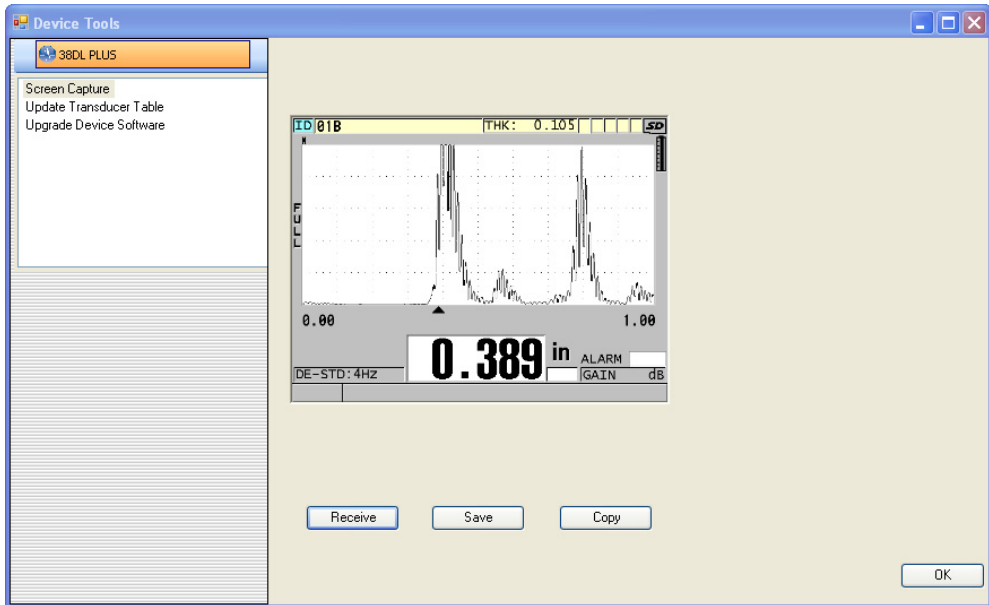

Figura 14-11 Caixa de diálogo Device Tools (Ferramentas do dispositivo) com uma captura de tela
- b) Na caixa de diálogo **Device Tools** (veja Figura 14-11 na página 293), selecione **Screen Capture**, e clique em **Receive**.